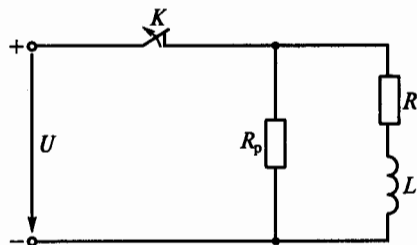

Рис. 147
**4.14.** Какое из приведенных выражений неверное для схемы на рис. 147, если катушка  $R$ ,  $L$ , шунтированная разрядным сопротивлением  $R_p$ , отключается от источника напряжения  $U$ ?
**4.15.** Какую из указанных величин ограничивает разрядное сопротивление  $R_p$  в цепи на рис. 147?